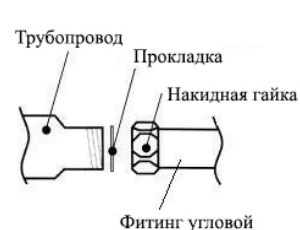

Рис.4
4.7. Соединение полотенцесушителя с трубопроводами следует производить нержавеющей фитингами или хромированными латунными фитингами. Уплотнение производить с помощью прокладок, как показано на Рис.4. Перед установкой полотенцесушителя убедитесь в отсутствии заусенцев и острых кромок на торце изделия и подводящих трубопроводов. При необходимости обработайте торцы напильником с мелкой насечкой. Допускается присоединение полотенцесушителя с помощью муфт. При этом уплотнение достигается подмоткой под резьбу ленты ФУМ или льняного волокна, как показано на Рис 5.